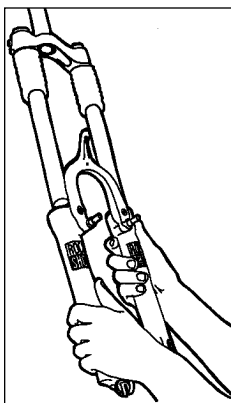

Fig. 6
- 4. Schieben Sie die einteilige Einheit mit den unteren Rohren ab. (Siehe Abb. 6.)